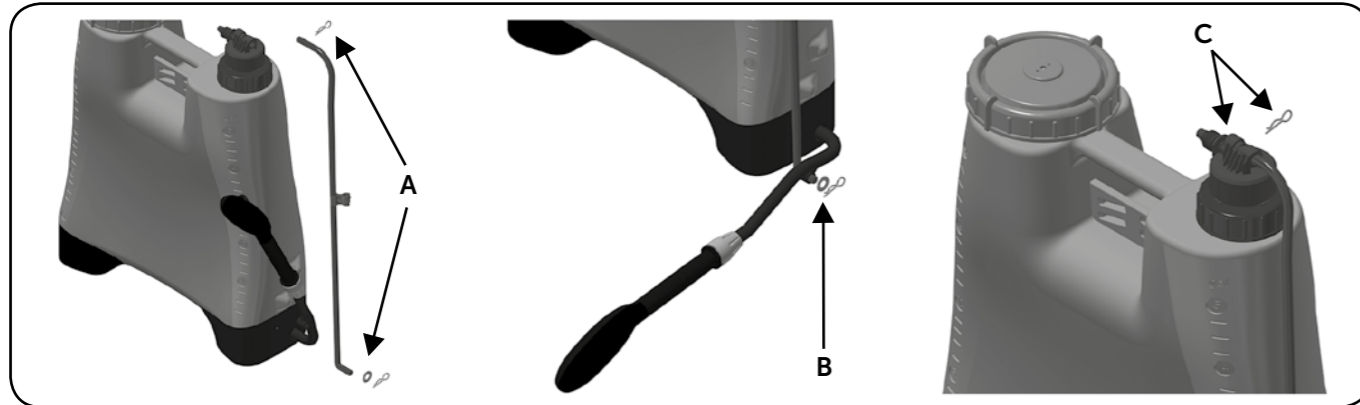

Figura 6. Sequência de montagem da haste de acionamento.
Montagem da haste da alavanca (Figura 6):
**Lubrificação da bucha dupla (Figura 16):** Para lubrificação da bucha dupla (item 16) deverá primeiramente sacar o grampo e retirar a parte superior da haste de acionamento (Figura 6.C), desrosquear